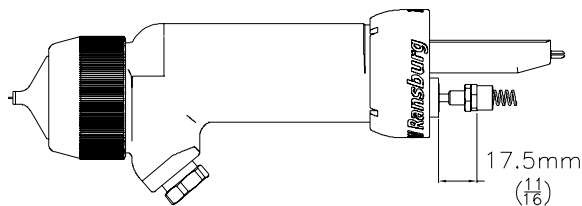

Figura 45: Dimensiones de la tuerca de ajuste del gatillo
21. Ajuste el retén del resorte del eje de la aguja hasta que la parte trasera del hexágono esté a 11/16 pulg. (18 mm) de la superficie trasera de la cámara de empaque del tambor (vea la Figura 45).